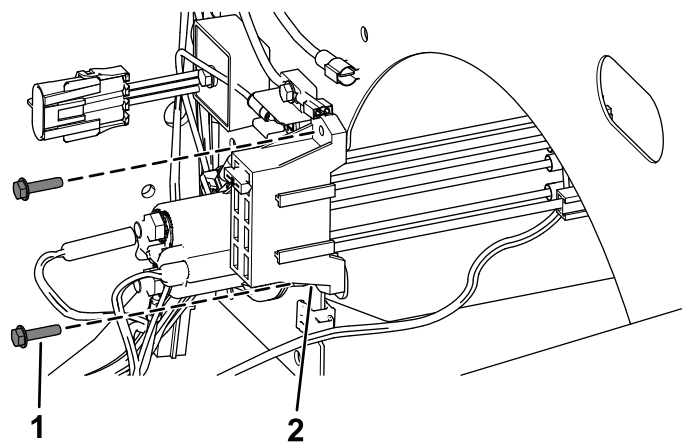

Figura 21
- **Para máquinas de 2019 y posteriores**, fije el nuevo bloque de fusibles con los 2 tornillos autorroscantes, tal y como se muestra en la Figura 21.